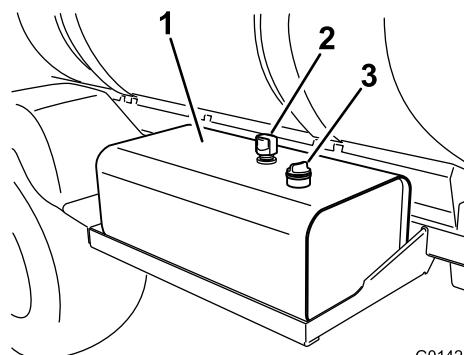

図 95
- 油圧オイルタンクのディップスティックキャップ周辺をきれいに拭き、キャップを外す 図 95。